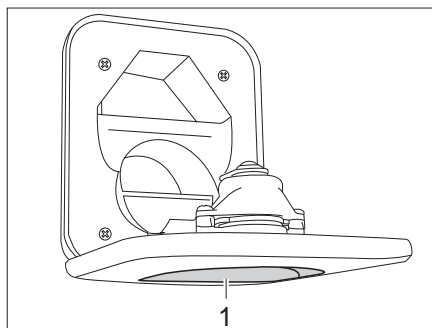

Fig. 253 Tubo de llenado de agua potable para el inodoro
- Abrir el tubo de llenado de agua potable para el inodoro (Fig. 253,1) encima de la trampilla para el cassette Thetford y girarlo hacia abajo.